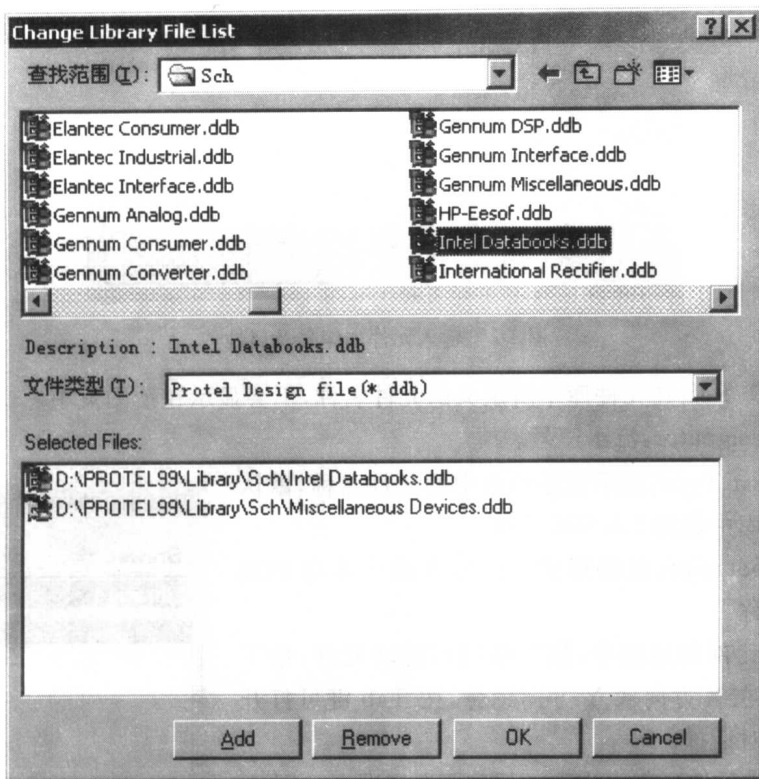

图 1-7 “元件库添加/删除”对话框
- (1) 双击设计管理器中的 Sheet1. Sch 原理图文档图标,打开原理图编辑器。
(2) 点击设计管理器中的 Browse Sch 选项卡, 然后点击 Add/Remove 按钮, 屏幕将出现如图 1-7 所示的“元件库添加/删除”对话框。
(3) 在 Design Explorer 99\Library\Sch 文件夹下选取元件库文件, 然后双击鼠标或点击 Add 按钮, 此元件库就会出现在 Selected Files 框中, 如图 1-7 所示。
(4) 然后点击 OK 按钮, 完成该元件库的添加。